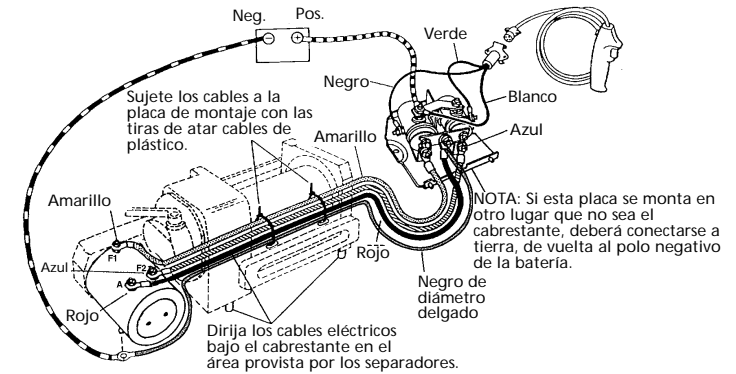

Figura 7
3. Quite la tapa del motor. Identifique las terminales del motor comparándolas con el diagrama de cableado (ver la Figura 7).